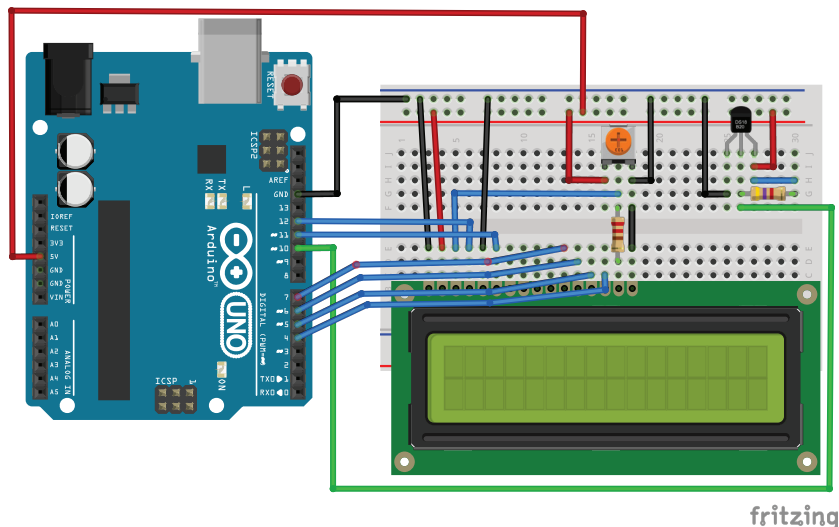

Рис. 20.1. Схема подключения датчика температуры DS18B20 и WH1602 к Arduino
В нашем эксперименте мы будем считывать данные с датчика температуры DS18B20 и выводить на экран ЖКИ WH1602, который мы рассматривали в эксперименте 16. Схема подключения датчика температуры DS18B20 и WH1602 к плате Arduino показана на рис. 20.1.
1. Подключаем датчик DS18B20 и WH1602 по схеме на рис. 20.1.